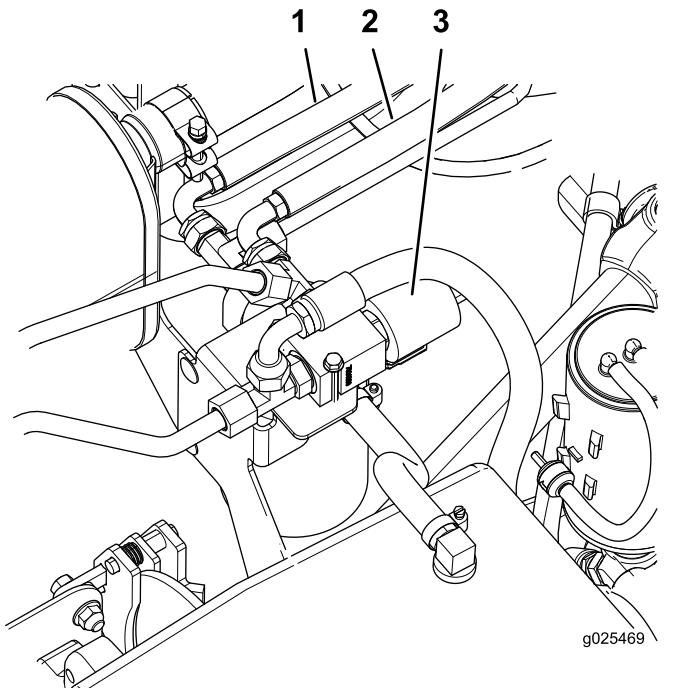

Figura 16
3. Montate il flessibile lungo (86-1/2") sul raccordo a T sul collettore (Figura 16).
4. Montate il flessibile lungo (80-1/2") sul raccordo a T sull'alloggiamento del filtro (Figura 16).